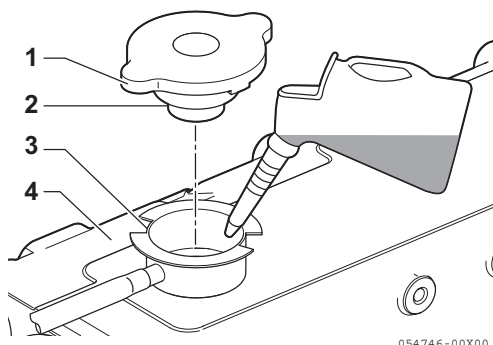

Abbildung 14
3. Kühlmittel langsam in den Kühlmittelbehälter (**Abbildung 14, (4)**) füllen, um Luftblasen zu vermeiden. Kühlmittel einfüllen, bis dieses am Füllstutzen überfließt.
4. Den Stopfen des Füllstutzendeckels (**Abbildung 14, (2)**) mit der Aussparung (**Abbildung 14, (3)**) des Füllstutzens ausrichten und Füllstutzendeckel (**Abbildung 14, (1)**) fest anziehen.